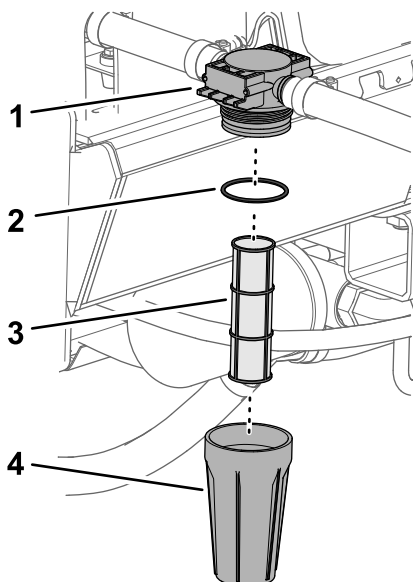

Figura 42
1. Ruotate il filtro in senso antiorario e rimuovete il pozzetto dalla testa del filtro (Figura 42).
2. Verificate l'elemento del filtro per escludere danni o un eccessivo accumulo di sedimento o detriti (Figura 42).
- A. Rimuovete l'elemento del filtro dalla testa del filtro (Figura 42).
- C. Verificate l'elemento del filtro nella testa del filtro (Figura 42).
3. Controllate l'O-ring per escludere danni (Figura 42).
4. Avvitare il pozzetto in senso orario sulla testa del filtro e serrarlo manualmente (Figura 42).